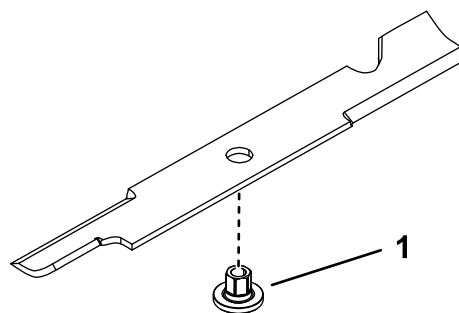

Figura 110
1. Montate la boccola attraverso la lama con la flangia della boccola sul lato inferiore (erba) della lama (Figura 110).